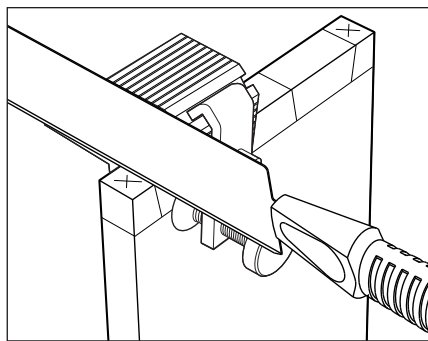

Figure 10 : Positionnement du guide pour couper la queue à l'intérieur de la chute
2. Appuyer la scie contre la surface de référence du guide – l'aimant attirera la lame et la maintiendra en place. Positionner le guide pour que la coupe s'effectue dans **la partie à enlever**. Voir la **figure 10**. Serrer la bride de serrage afin de maintenir le guide dans la bonne position.